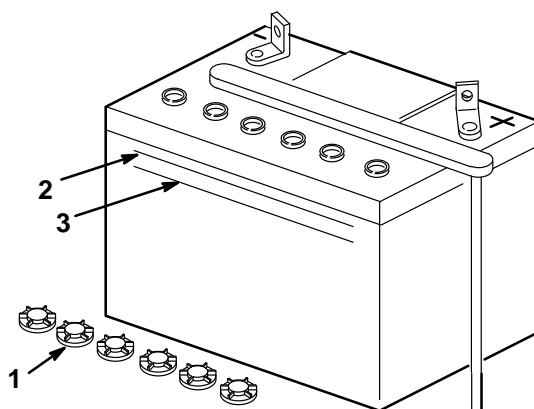

Figure 21
2. Regarder la batterie de côté. Le niveau de l'électrolyte doit arriver au repère MAXI ("UPPER", Fig. 21). Ne pas laisser l'électrolyte descendre en dessous du repère MINI ("LOWER", Fig. 21).
2. Dévisser les bouchons de remplissage (Fig. 21).
3. Verser lentement de l'eau distillée dans chaque élément jusqu'au repère MAXI (Fig. 21) sur le côté de la batterie.